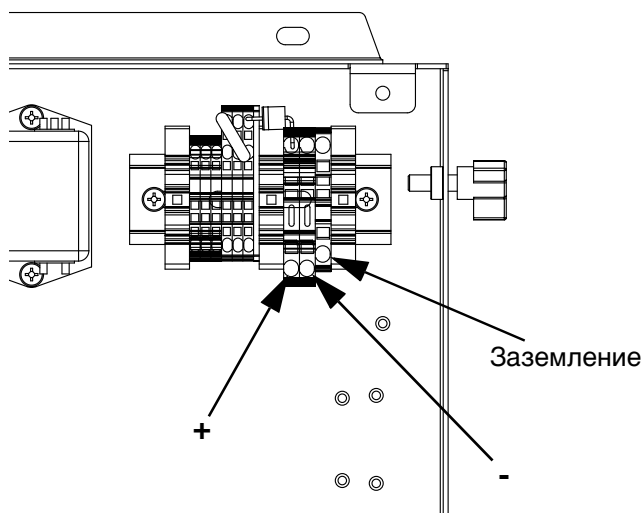

Рис. 13. Подвод напряжения 24 В постоянного тока
- Схему подвода напряжения 24 В постоянного тока см. на Рис. 13.